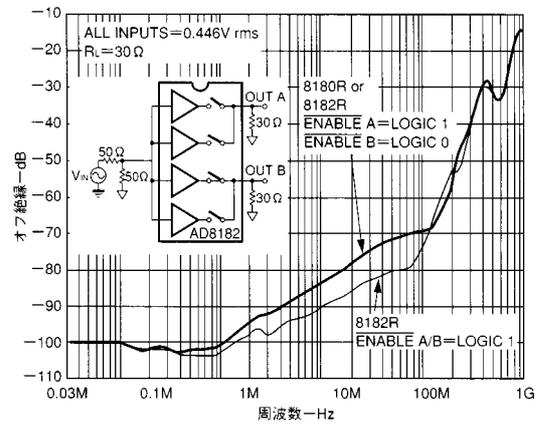

図14．「オフ」絶縁と周波数
- マルチプレクサはディスエーブル(すなわちENABLE = 論理1)ですべての入力は同時に $V_{IN} = 0.446 V_{rms}$ でドライブ。出力は $f = 5$ と30 MHzでモニター。システムでイネーブルになったひとつのマルチプレクサの R_{ON} をシミュレートするために $R_L = 30$ (図14参照)。このモードでは出力インピーダンスはとて高く(典型値10M Ω)、信号はパッケージを越えてカップリングします。負荷インピーダンスがクロストークを決定します。